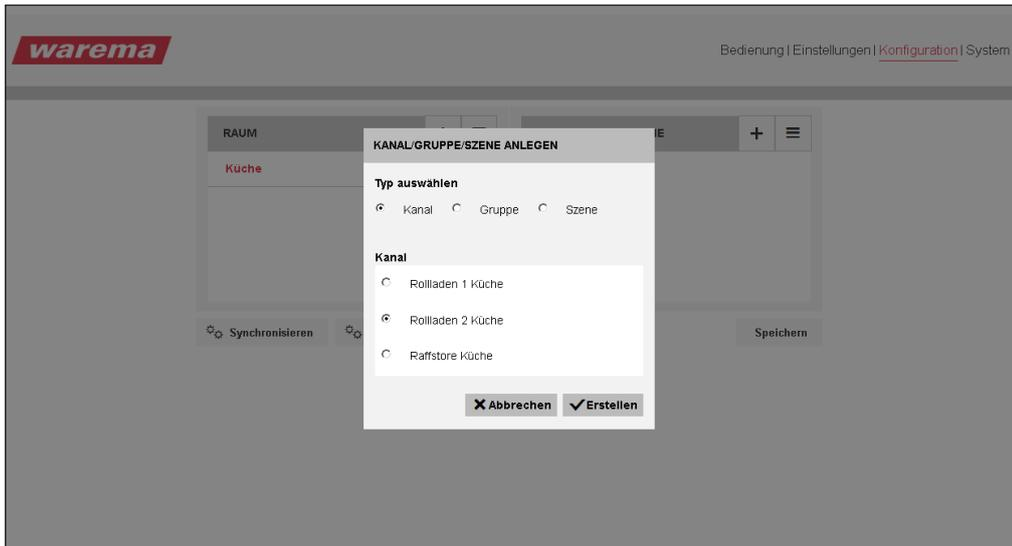

Abb. 16 Kanäle zuordnen
- ▶ Es erscheint ein Fenster wie in Abb. 16.